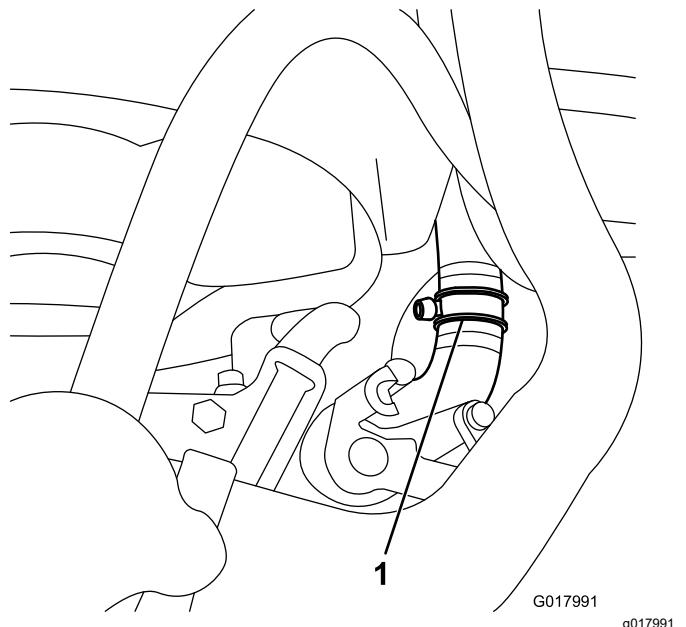

Figura 33
- Tagliate il flessibile del radiatore inferiore a circa 54 mm dall'estremità del flessibile che va al radiatore (Figura 33).
- Collegate il raccordo a T a ogni estremità appena tagliata del tubo del radiatore inferiore con 2 fascette stringitubo grandi (Figura 33).